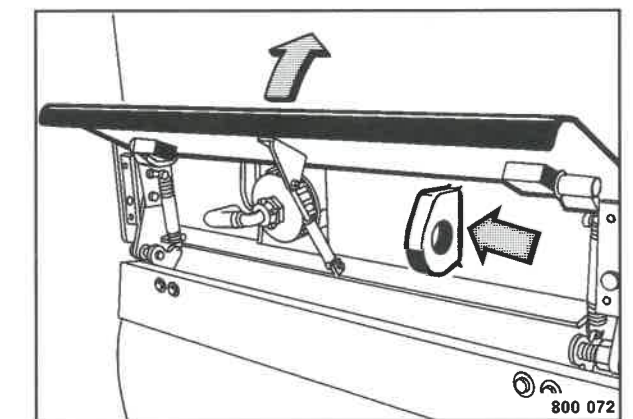

Fig. 78
- Aprire lo sportello posteriore e trainare la macchina all'occhione di traino (Fig. 78).